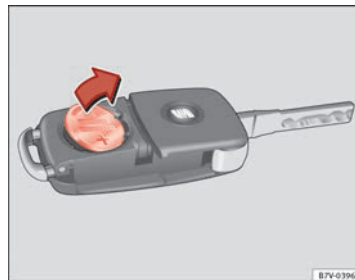

Fig. 45 Chiave del veicolo: togliere la batteria. ►
- Estrarre la batteria dal vano con un oggetto fino adatto ⇒ **fig. 45**.
- Posizionare la batteria nuova nel vano, premendola come indicato ⇒ **fig. 45**, in senso contrario alla freccia ⇒ **①**.